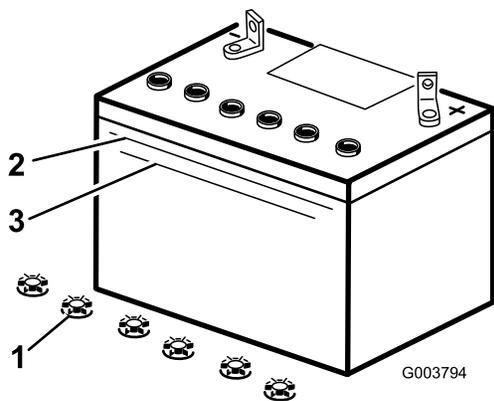

Рисунок 30
3. Посмотрите на боковую стенку аккумулятора. Уровень электролита должен доходить до линии Upper (Верхний) (Рисунок 30). Следите за тем, чтобы уровень электролита опустился ниже линии Lower (Нижний) (Рисунок 30).
3. Снимите крышки заливных горловин аккумулятора (Рисунок 30).
4. Медленно залейте дистиллированную воду во все банки аккумулятора до тех пор, пока уровень электролита не дойдет до линии Upper (Рисунок 30) на корпусе аккумулятора.
5. После заполнения банок аккумулятора подождите пять или десять минут. В случае необходимости добавьте дистиллированную воду, пока уровень электролита не дойдет до линии Upper (Рисунок 30) на корпусе аккумулятора.